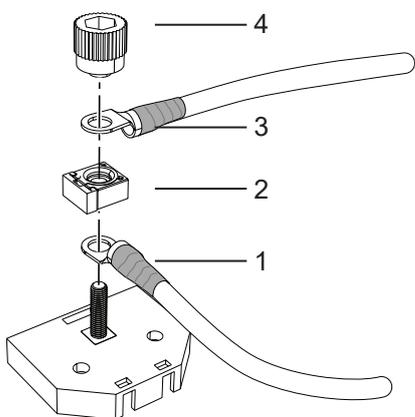
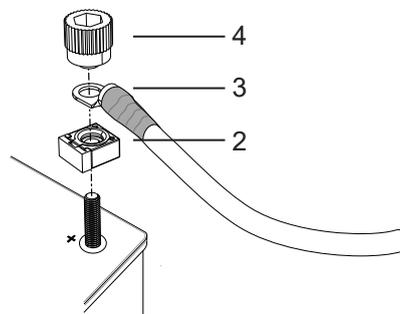

Abb.71. Anschließen an den Sicherungskasten
Abb.72. Anschließen an den Pluspol der Batterie
2. Stellen Sie ggf. sicher, dass sich der Kabinenschalter (CS) in der Position AUS befindet.
3. Schließen Sie bei Verwenden eines Sicherungskastens das Kabel (1) an den Pluspol der Batterie sowie an den Sicherungskasten an. Positionieren Sie dann die Sicherung (2) darüber, siehe Abb.71.
4. Positionieren Sie bei direktem Anschließen an den Pluspol der Batterie die Sicherung (2) auf dem Pluspol, siehe Abb.72.
5. Schließen Sie das Hauptstromkabel (3) an den Sicherungskasten bzw. den Pluspol an, siehe Abb.71 – Abb.72.